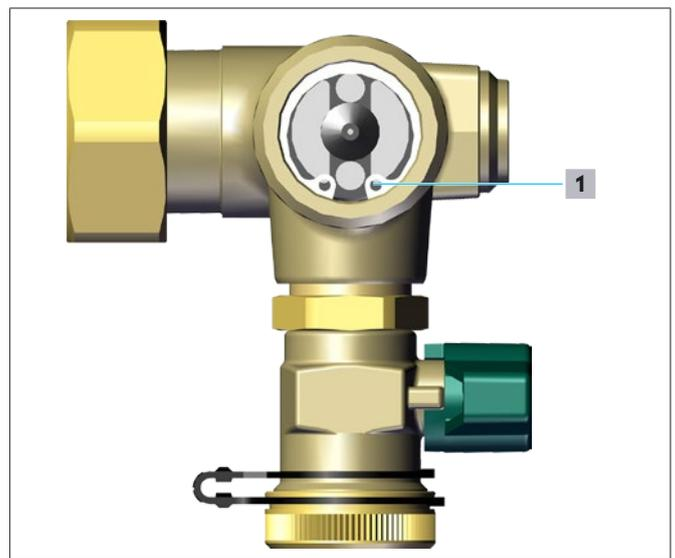

Fig. 33 - Anello di sicurezza
- 1** Allentare l'anello di sicurezza (vedere **1** in Fig. 33 a pagina 50) con un'apposita pinza adeguata.
- 2 Inserire l'anello di sicurezza (vedere **1** in Fig. 33 a pagina 50).